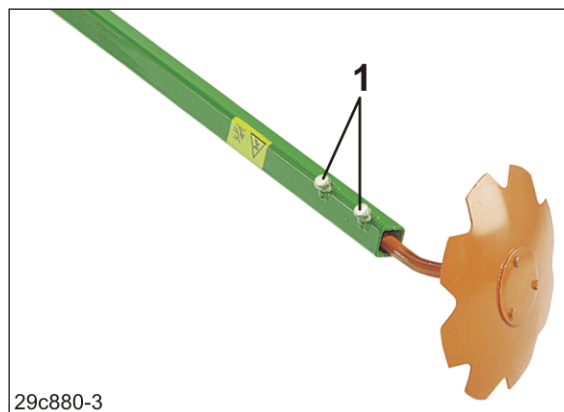

Рис. 89
6. Ослабьте два болта (Рис. 89/1).
9. Затяните болты (Рис. 89/1).